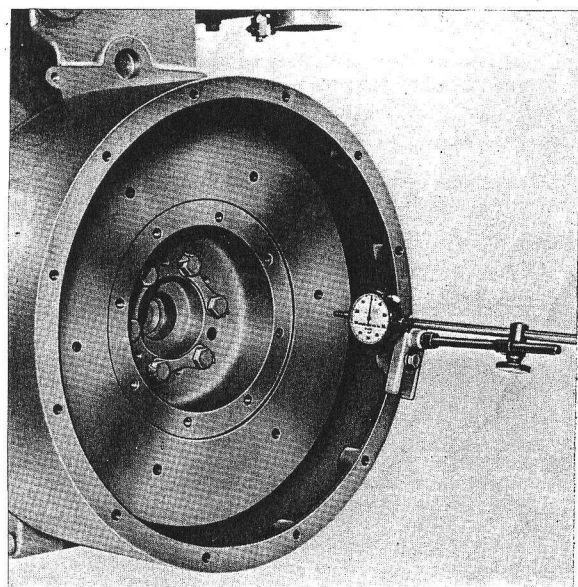

Fig. W2 — Vérification du voile du volant.
5. Amener ensuite la touche du comparateur perpendiculairement sur la face verticale usinée du volant (fig. W2). Le vilebrequin doit être bien repoussé à fond.